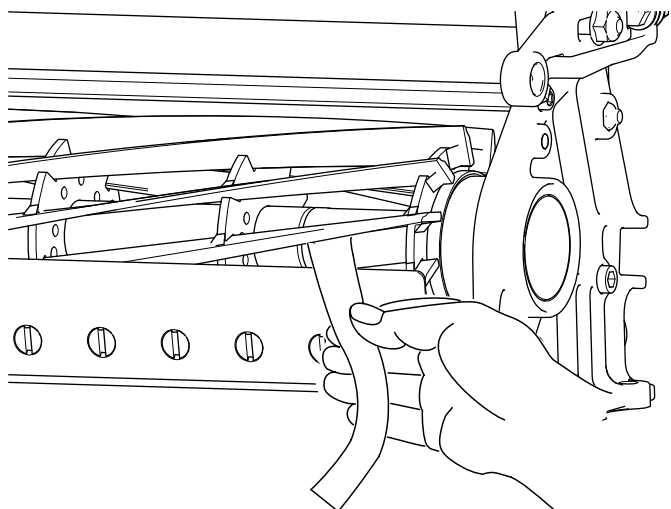

Bild 8
- B. Führen Sie einen langen Streifen des Schneidleistungspapiers (Toro Bestellnummer 125-5610) senkrecht zum Untermesser (Bild 8) zwischen die Spindel und das Untermesser ein, drehen Sie die Spindel dann **langsam** nach vorne. Sie sollte das Papier zerschneiden. Wiederholen Sie ansonsten die Schritte A und B, bis das Papier zerschnitten wird.
11. Führen Sie einen langen Streifen des Schneidleistungspapiers (Toro Bestellnummer 125-5610) senkrecht zum Untermesser (Bild 8) zwischen die Spindel und das Untermesser ein, drehen Sie die Spindel dann **langsam** nach vorne. Sie sollte das Papier zerschneiden. Drehen Sie sonst jede Einstellschraube des Untermessers um einen Klick nach rechts und wiederholen Sie diesen Schritt, bis das Papier zerschnitten wird.